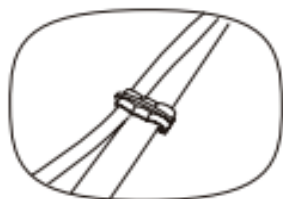

Рис. 4
- a. Закрепите сетевой шнур с помощью зажимов для шнура (16) на рукоятках (3, 6) (Рис. 4).